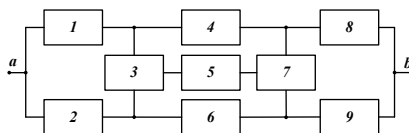

Рис. 3
9. Определить вероятность безотказной работы системы, НФС которой приведена на рис. 3, с помощью логико-вероятностного метода, рассматривая систему как невосстанавливаемую. Все элементы системы равнонадежны, т.е.  $p_i=0,9$ .